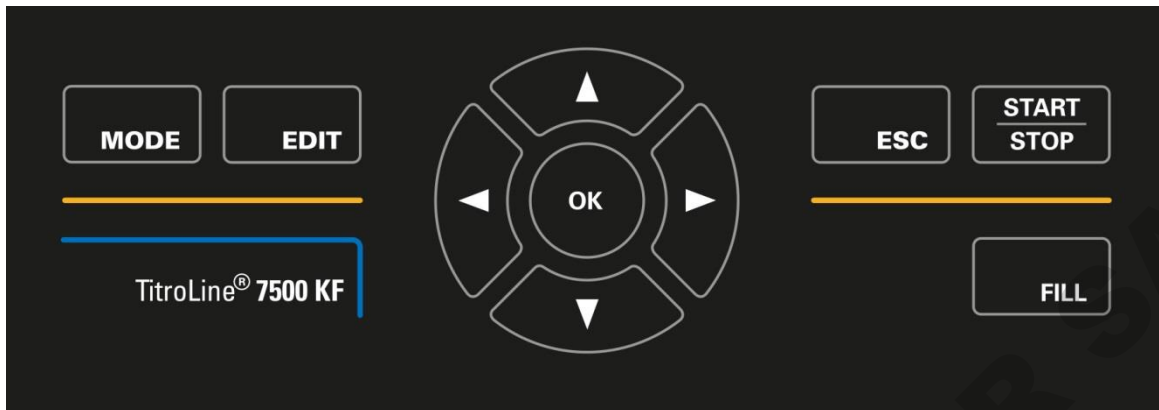

Fig. 35
**i** A l'exception des entrées alphanumériques (a-z, A-Z, 0-9) et de quelques rares fonctions, l'exécution de toutes les fonctions peut être commandée via le clavier frontal (Fig. 35).